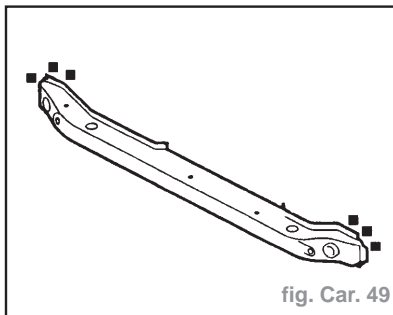

fig. Car. 49
- Préparer et nettoyer les faces d'assemblage de panneau. Poinçonner ou percer des trous pour le soudage en bouchon dans le panneau neuf, comme illustré (fig. Car. 49).